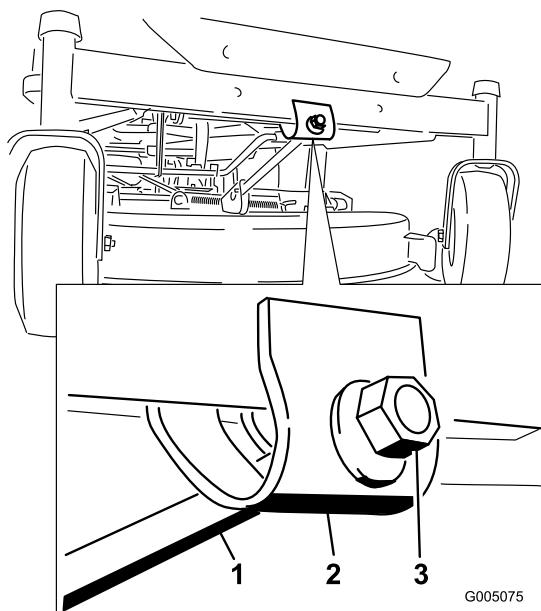

**Figura 49**
4. Gire cuidadosamente las cuchillas colocándolas en el sentido de avance de la máquina (Figura 49).
5. Mida entre la punta de la cuchilla delantera y la superficie plana y entre la punta de la cuchilla trasera y la superficie plana (Figura 49). Si la punta de la cuchilla delantera no está entre 1,6 y 7,9 mm (1/16 y 5/16 pulg.) más baja que la punta de la cuchilla trasera, ajuste la contratuerca delantera.
la punta de la cuchilla más avanzada esté entre 1,6 y 7,9 mm (1/16 y 5/16 pulgada) más baja que la punta de la cuchilla más atrasada (Figura 49).